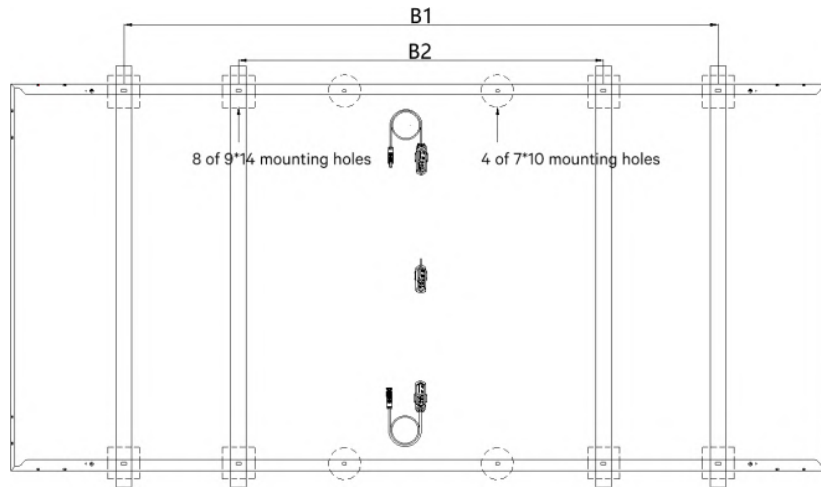

Figura 4: Metodo di fissaggio a vite (8 fori di montaggio - utilizzare 4 interni + 4 esterni)
- Metodo di installazione delle viti del tipo di modulo con 8 fori di montaggio e posizione di installazione nella Figura 4.